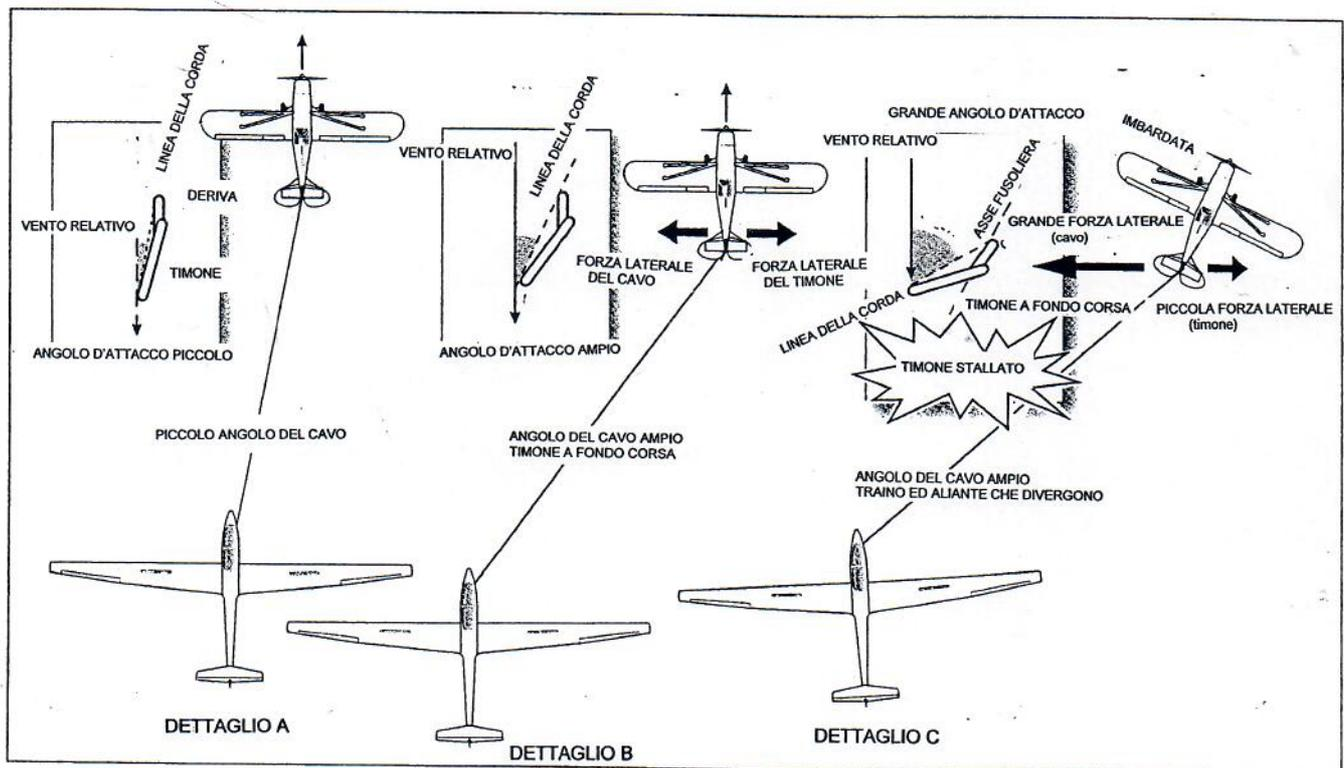

Figura 4. Disallineamento laterale
- B. Se il pilota continua ad applicare tutto timone per mantenere la direzione è possibile stallare la deriva del traino (vedere figura 4). A questo punto, l'improvvisa perdita di controllo direzionale è spettacolare. La violenta imbardata causata dalla perdita di efficienza del timone e dalla tensione del cavo, fa sì che l'aliante tiri ancora di più la coda del traino lateralmente. Con l'effetto imbardante nasce il rollio indotto molto pronunciato che può andare oltre la verticale, anche se l'ala non sempre ha stallato. La necessità di sganciare immediatamente è ovvia, perché se l'aliante rimane attaccato, si svilupperà un rovesciamento verticale del traino.